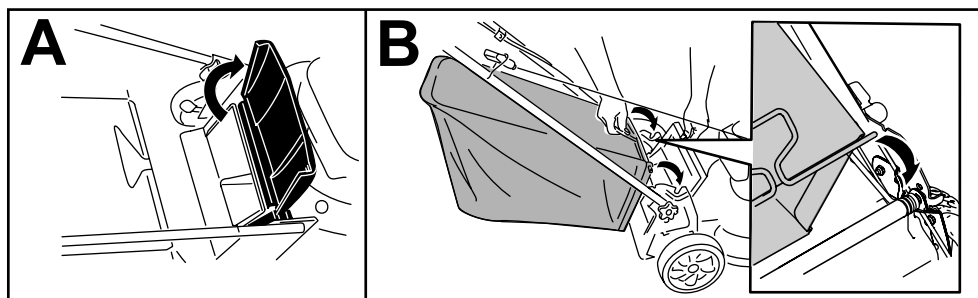

Bild 21
1. Heben Sie das hintere Ablenkblech an und halten Sie es hoch (A in Bild 21).
2. Setzen Sie den Grasfangkorb ein, stellen Sie sicher, dass die Stifte am Fangkorb in den Kerben am Holm sind (B in Bild 21).